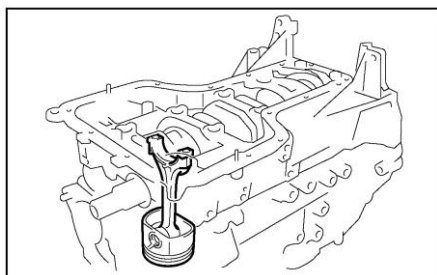

Рисунок II-191
2) Протолкните поршень, шатунную группу и верхний вкладыш подшипника через верхнее отверстие блока цилиндров. ((см. Рисунок II-191)